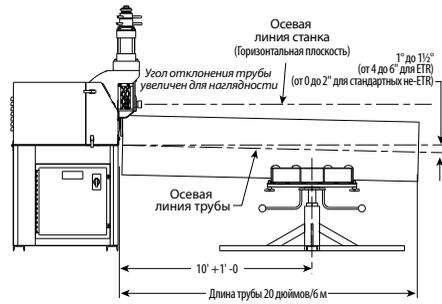

РИС. 3 - ТРУБНАЯ ПОДСТАВКА
- На Рис. 3 показана регулируемая трубная подставка Victaulic (VAPS 224), которая предназначена для труб 2–24 дюйма.
4. Расположите трубную подставку на расстоянии, немного дальше половины длины трубы от станка. Смотрите Рис. 3 ниже.
6. При обработке труб роликами ETR отрегулируйте высоту трубной подставки таким образом, чтобы труба была ниже уровня станка примерно на  $1$ – $1 1/2^\circ$  ( $1/4$  дюйма/фут или 20 мм/м). Смотрите Рис. 3 выше. **ПРИМЕЧАНИЕ:** Во время регулировки высоты трубной подставки труба должна быть вставлена между роликами. При обработке труб стандартными роликами (не-ETR) отклонение должно составлять  $0^\circ$ – $1/2^\circ$  ( $1/8$  дюйма/фут или 5 мм/м).